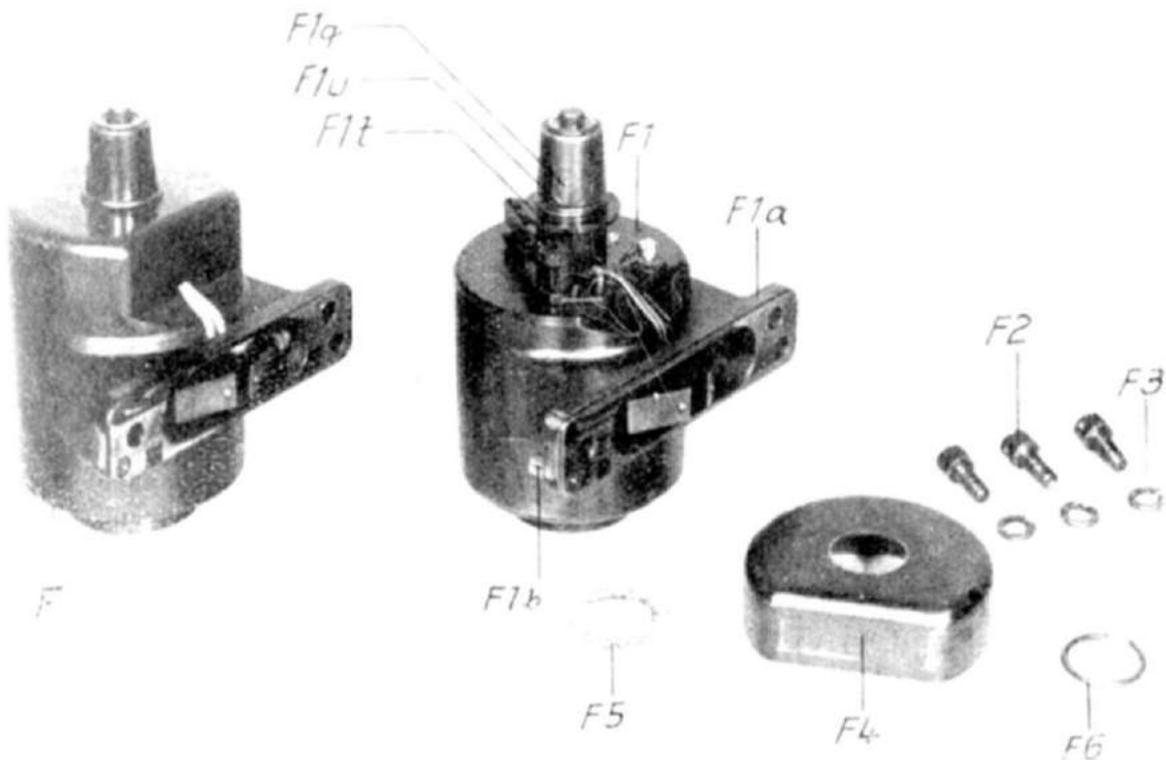

Abb. 40: EA 151 1; Elektrische Abzugseinrichtung; Einzelteile
F. Elektrische Abzugseinrichtung EA 151/1 (F) (Abb. 40—42)
Die Kappe (F4, Abb. 40) ist über den Hals (F1q) des Gehäuses geschoben und schützt die Lötflächen und den Sparschalter. Sie liegt auf dem Bund (F11) und dem Filzring (F5) auf und wird durch einen in die Nut (F1u) eingelegten Ring (F6) gehalten.